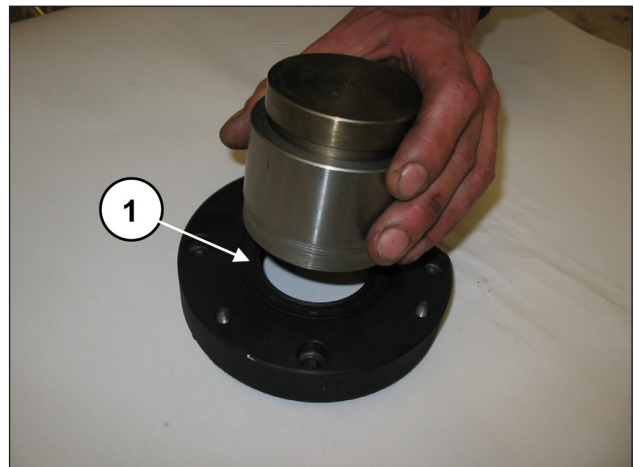

Abb. 64
Setzen Sie den radialen Dichtring in den Zapfwellen-Lagerdeckel ein. Verwenden Sie hierfür das Werkzeug Art. 27539500 (Pos. ①, Abb. 64).